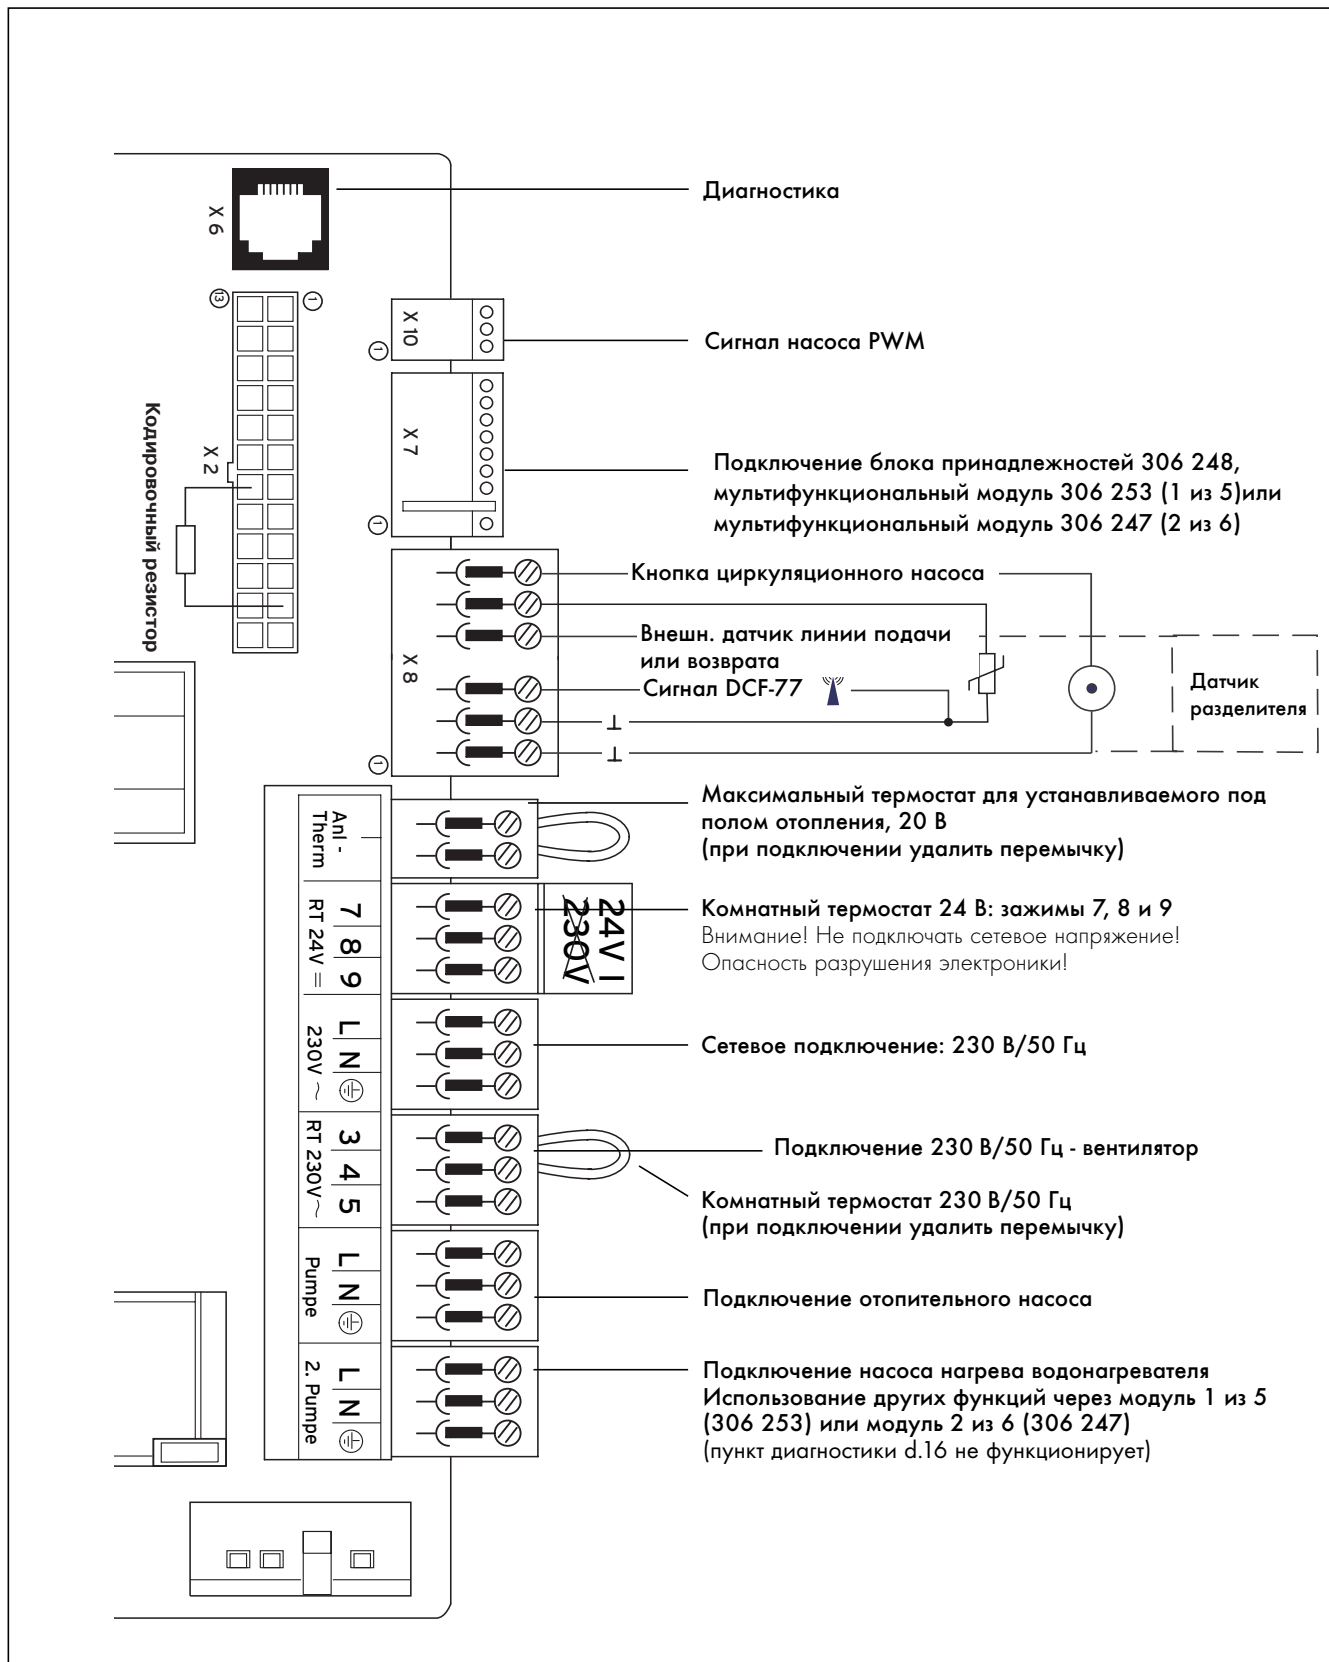

Рис. 4.11 Схема соединений esotec VU 656-7
- Присоедините соединительные кабели, как показано на рис. 4.11/4.12, к соответствующим штекерам ProE и гнездам электроники.